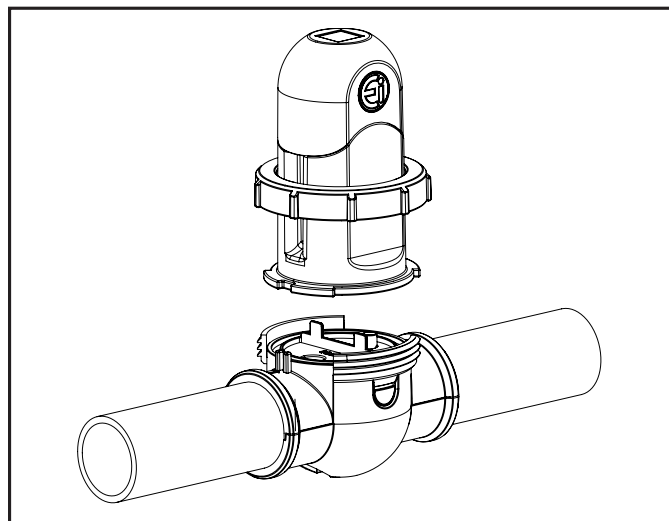

Figure 28. Enlever la cellule
6. Retirer la cellule (Voir Figure 28).